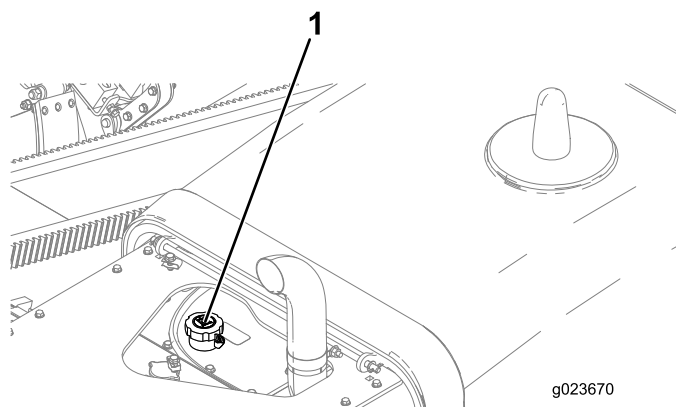

Figura 150
4. Se o nível estiver baixo, abra a tampa do reservatório de fluido hidráulico (Figura 150) e adicione o fluido adequado até atingir a posição Max (Full) no visor de nível.